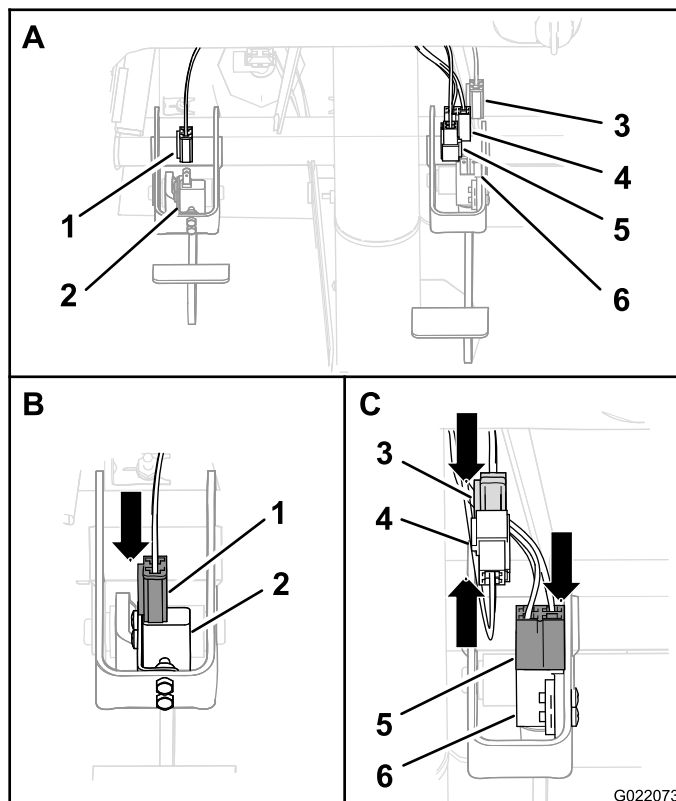

Figura 12
2. Conecte el conector hembra de 2 contactos al interruptor del embrague (Figura 12).
A. Conecte el conector hembra de 4 contactos al interruptor del freno (Figura 12).
B. Conecte el conector de 2 pines del arnés de cables del interruptor de desconexión al conector de 2 pines del arnés de cables de la máquina (Figura 12).